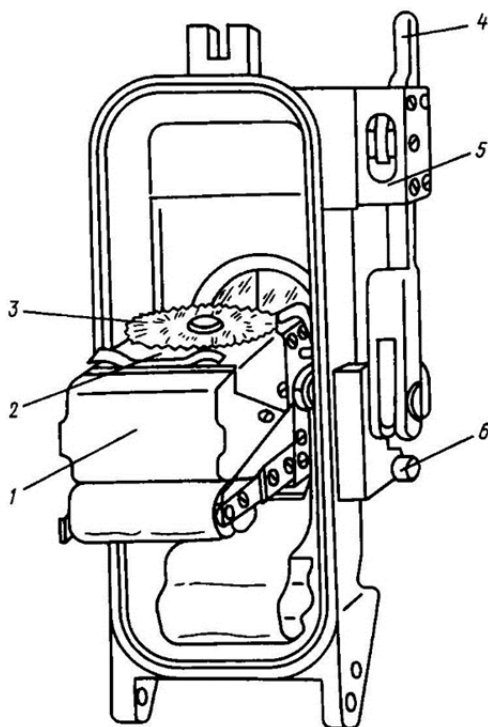

Рис. 10.2. Лентопротяжный механизм:
- повернуть подвижную систему 2 (рис. 10.2), извлечь кассету 1 и открыть крышку;